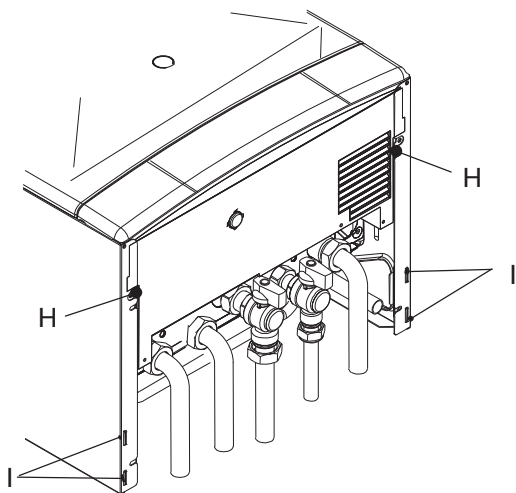

Fig. 5-11
- 10 Remove the screws H and loosen the screws I Fig. 5-11.
- 2 Отверните болты H и ослабьте болты I. (Рис.5.11)